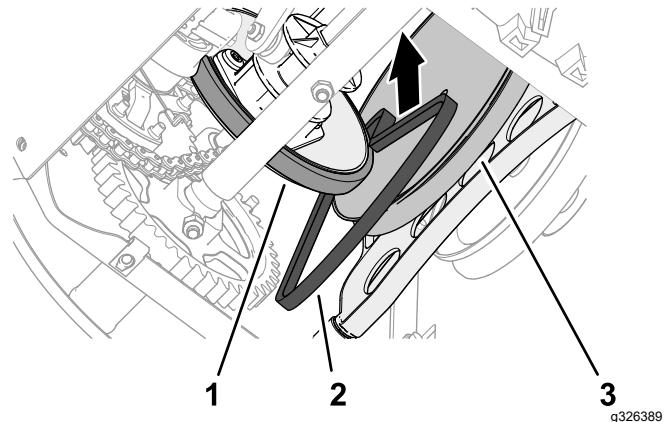

Figura 49
1. Coloque la correa de tracción entre la rueda de fricción y la polea de tracción, e introduzcala en la máquina (Figura 49).